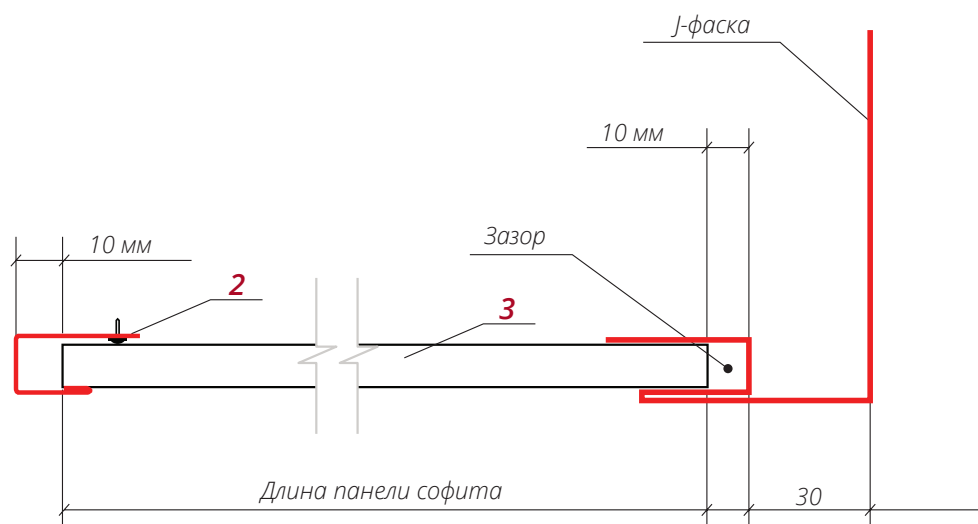

Рис. 13
■ Заведите подготовленную панель 3 до упора в паз J-профиля 2, второй край вставьте в паз J-фаски 1. Сдвиньте панель на середину пазов и закрепите саморезами (рис. 13).